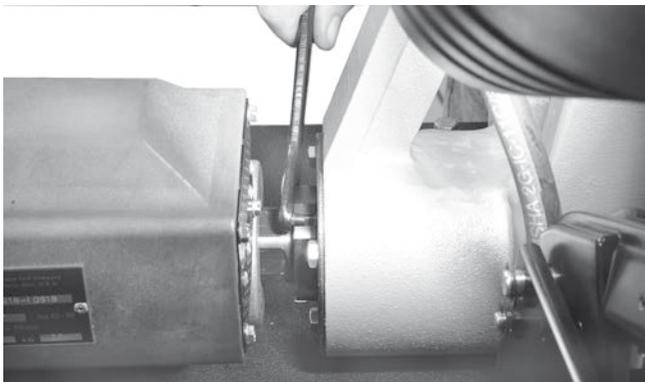

Figura 25 - Allentare e rimuovere il dado di fissaggio dell'albero di trasmissione
3. Rimuovere l'albero di trasmissione dalla parte anteriore della scanalatrice (Figura 25).
4. Utilizzare la chiave per rimuovere il dado di fissaggio del cuscinetto dell'albero di trasmissione (Figura 25).